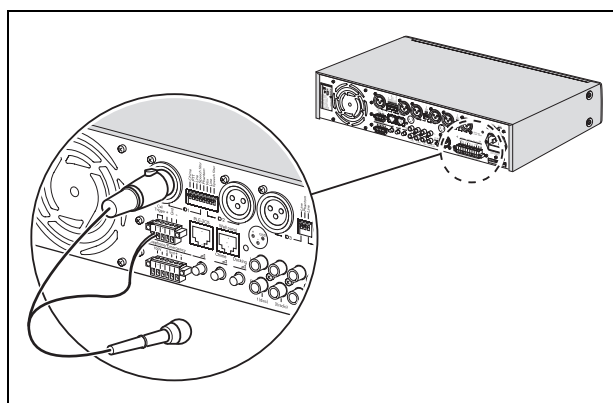

figure 4.3: Connecteur XLR avec déclencheur
- connecteur XLR avec déclencheur. Voir figure 4.3.